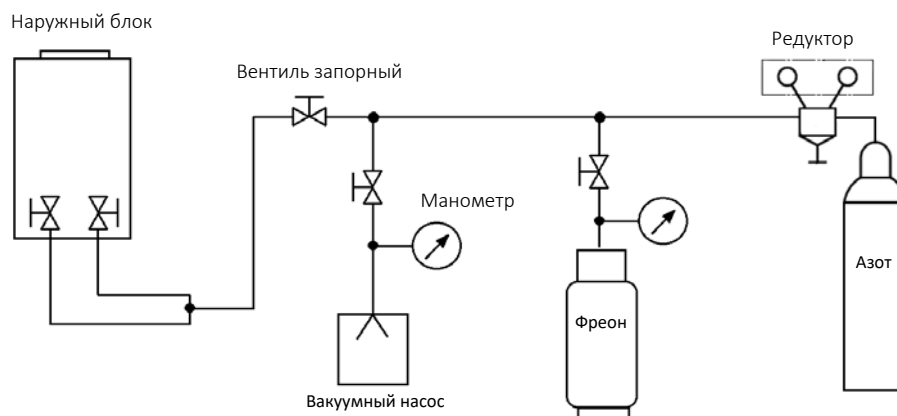

Рис.2.19
- Схема соединений при вакуумировании см. рис.2.19
- Подсоедините шланги манометрического коллектора к портам газовой и жидкостной трубы (см.рис.2.19); вакуумируйте систему не менее 2-х часов;